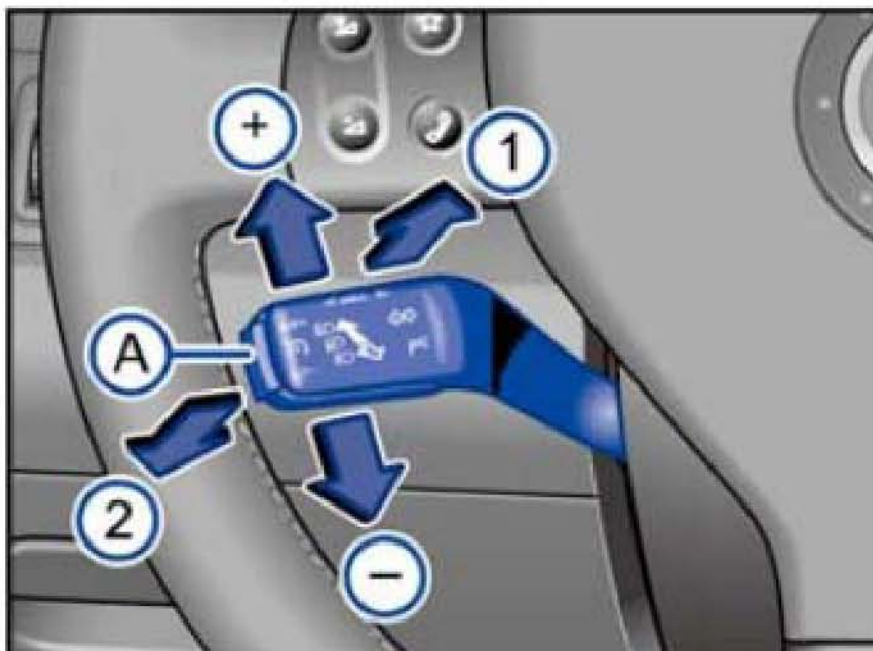

图 1
- 1). 迈腾巡航操作方法: 迈腾车辆巡航系统可在 20km/h 至 210km/h 车速范围内使汽车以设定的车速恒速行驶。正确操作方法为: 沿图 1 所示箭头①的方向拉操纵杆，直至其啮合，即可打开车速巡航控制系统，当车辆行驶速度达到 20km/h 以上需要进行定速巡航时，立即按一下下图中的按钮②，即可将该车速储存和保存在系统里，此时如果设定成功则组合仪表内的指示灯随即点亮。